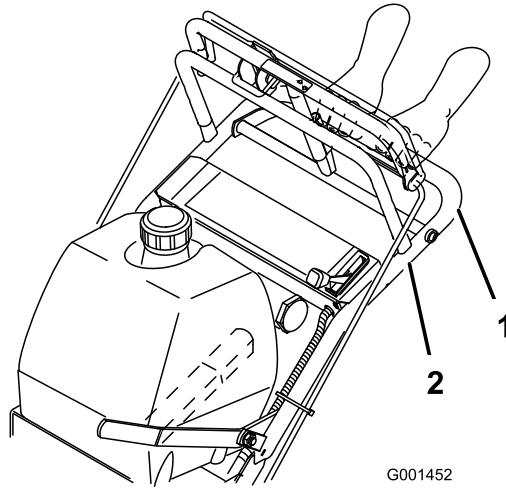

Figura 12
4. Al mismo tiempo, engrane la barra de control inferior y levante el manillar inferior (Figura 10 y Figura 12).